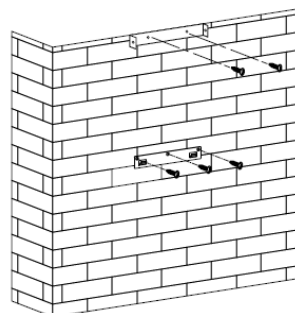

Abb. 2
18. Nachdem Sie die Einbauhöhe der Dunstabzugshaube bestimmt haben, bauen Sie die Halterung ein. Die Position der Innenkaminkonsole bestimmt die Position des Kamins. Siehe Abbildung 2.